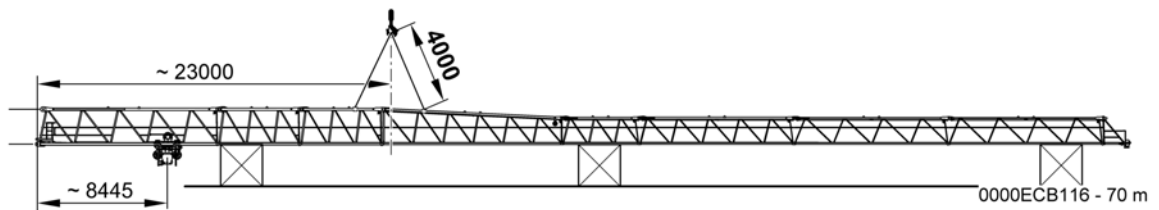
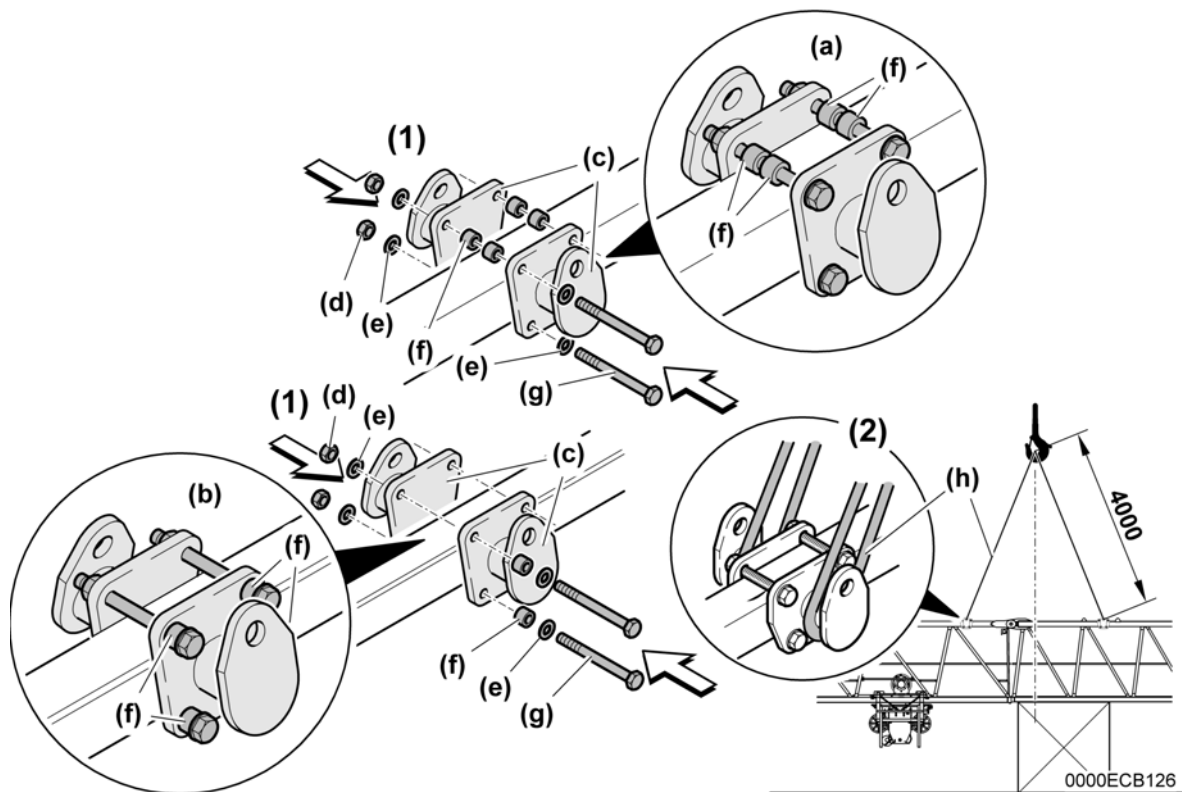

Fig. 6-116 Anschlagpunkte Standard-Ausleger 70 m
Fig. 6-126 Ausleger-Aufhängungen montieren
- Anschlagpunkte für Standard-Ausleger siehe: Fig. 6-116 bis siehe: Fig. 6-125.
- ▶ **Bei breitem Obergurt:** Zwei Ausleger-Aufhängungen (c) und Ausleger-Obergurt, entsprechend den festgelegten Anschlagpunkten, mit je vier Schrauben (g) verschrauben. Jede Schraube (g) mit zwei Scheiben (e) und einer Mutter (d) sichern. (1)
- ▶ Nicht benötigte Distanzrohre (**f**) verliersicher auf obere Schrauben aufsetzen (siehe: Fig. 6-126 Pos. **(a)**) ›Montagevariante bei breitem Obergurt‹